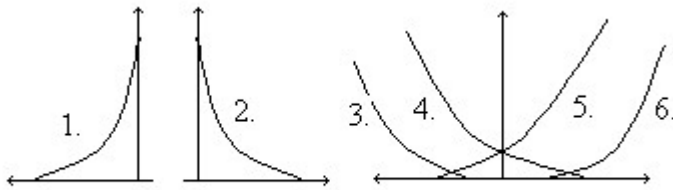

Рис.4.3.
1.3.14. Показать передаточную ВАХ (рис. 4.3.) МДП полевого транзистора с встроенным р-каналом: